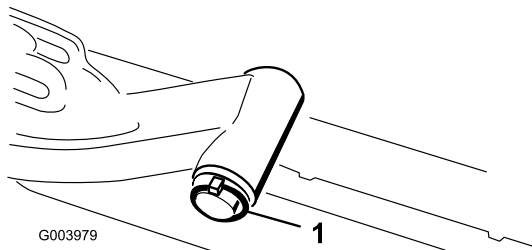

**Bild 9**
- A. Nehmen Sie den Klappstecker und die Scheibe ab, mit denen der Gelenkschaft des Hubarms am Hubarm befestigt ist. Schieben Sie die Gelenkwelle des Hubarms aus dem Hubarm (Bild 9).
- C. Setzen Sie den Hubarmschaft in den Hubarm ein und befestigen Sie ihn mit der Scheibe und dem Klappstecker (Bild 9).